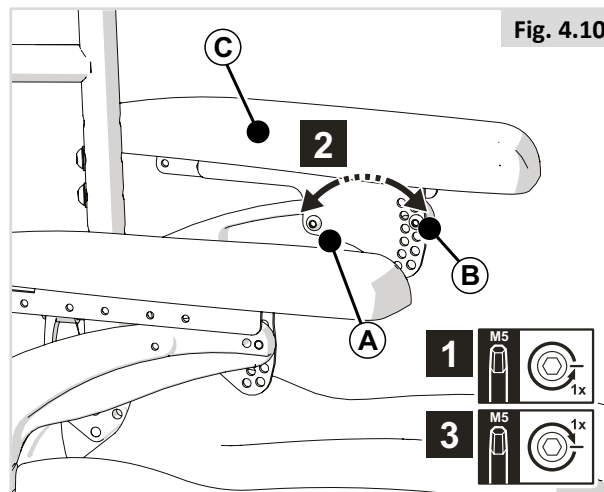

Fig. 4.10
#### CZĘŚĆ 2 (Rys. 4.10)
Aby sięgnąć do tylnej śruby przy niższym ustawieniu podłokietnika, poluzować śruby (A) z Rys. 4.10 i wyregulować najpierw kąt ustawienia poduszki podłokietnika.